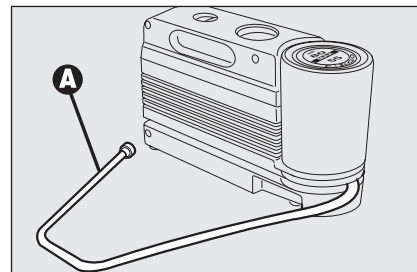
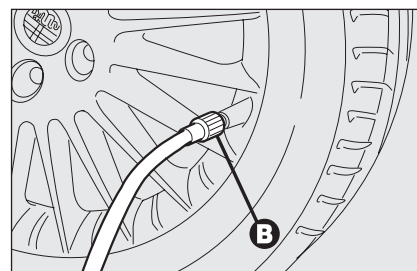

fig. 17
fig. 18
- ☐ afloje el capuchón de la válvula del neumático, saque el tubo flexible de llenado **A**-fig. 17 y enrosque el casquillo **B**-fig. 18 en la válvula del neumático;